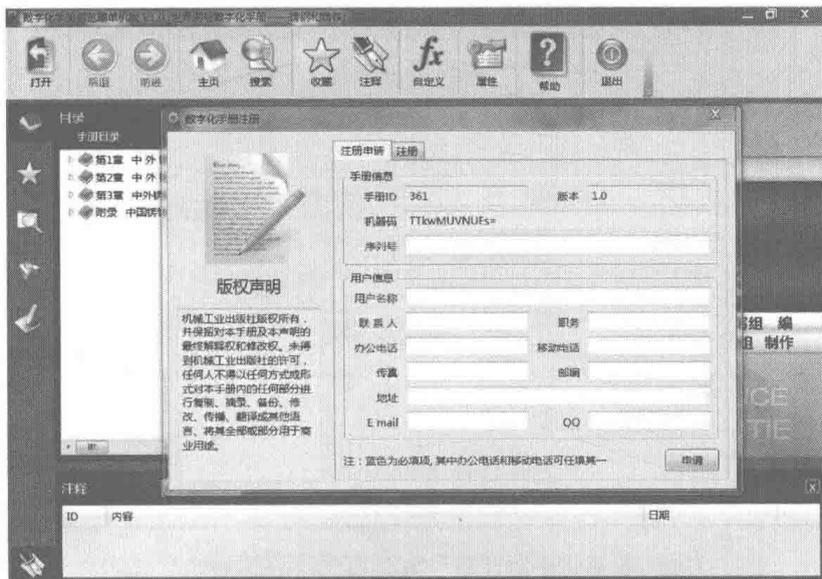
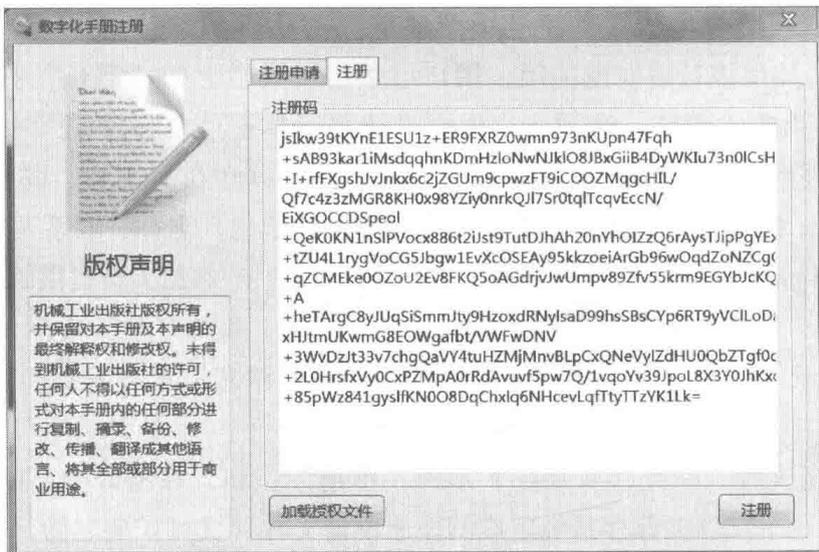

图 1-11 “数字化手册注册”对话框
图 1-13 “数字化手册注册”对话框的“注册”选项卡
当用户第一次打开数字化手册时，软件系统将自动弹出如图 1-11 所示的“数字化手册注册”对话框，要求用户完成注册并取得合法使用数字化手册的权利。只有在完成注册和取得授权后，用户才能正常使用数字化手册。
1) 当用户收到客服人员发送的手册授权文件（文件扩展名为 .lic）后，运行数字化手册，在系统自动弹出的“数字化手册注册”对话框（见图 1-11）中，单击“注册”选项卡，然后单击“加载授权文件”按钮，加载授权文件（见图 1-13），再单击右下方的“注册”按钮，完成数字化手册的注册。